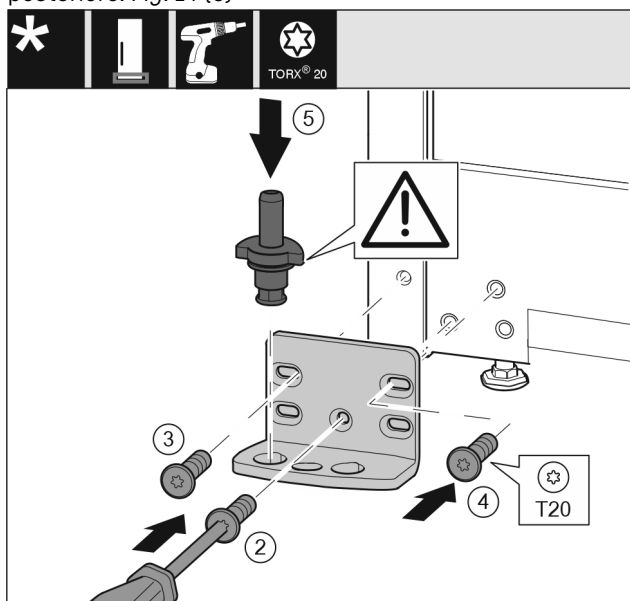

Fig. 15
- ▶ Applicare il blocco di supporto sull'altro lato e avvitare con un cacciavite T20. Iniziare dalla vite 2 in basso al centro. Fig. 15 (2)
- ▶ Serrare la vite 3 e 4. Fig. 15 (3,4)
- ▶ Inserire completamente il perno di supporto. Fare attenzione che la camma di arresto sia rivolta verso il lato posteriore. Fig. 15 (5)